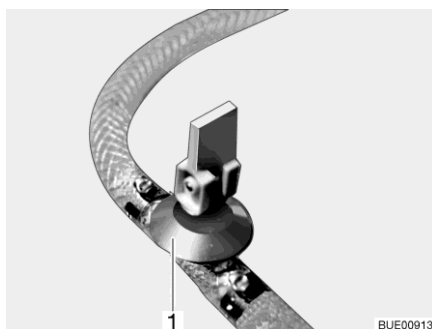

Fig. 241 Llave de desagüe
- Cerrar la(s) llave(s) de desagüe. Colocar para ello el balancín (Fig. 241,1) en posición horizontal.
- Abrir la(s) llave(s) de desagüe (Fig. 241). Colocar para ello el balancín (Fig. 241,1) en posición vertical. La caldera se vacía hacia fuera.